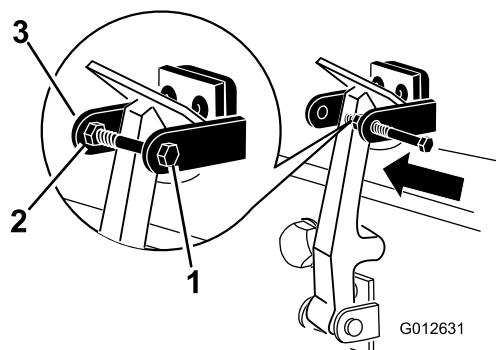

Рисунок 8
8. Вставьте болт в другой рычаг кронштейна фиксатора капота для установки фиксатора в надлежащее положение (Рисунок 8).